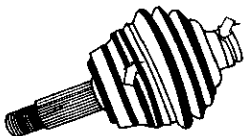

图 3-159 拆下万向节防尘罩
1) 用钢锯将万向节防尘罩上的夹箍锯开 (如图 3-159 中箭头所示), 拆下防尘罩。